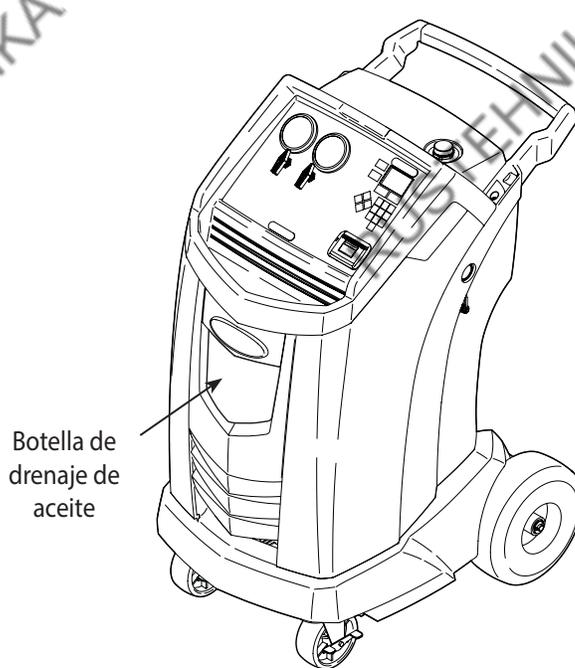

Figura 6
3. Retire la botella de drenaje de aceite (vea la figura 6) de la máquina Robinair. Vacíe la botella de aceite y deseche el aceite de acuerdo con la normativa de su zona. Vuelva a instalar la botella de drenaje de aceite en la máquina.